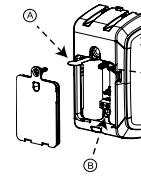

Figure 1: Options d'enregistrement
- Retirez la languette pour démarrer la procédure d'enregistrement automatique. Voir A sur la Figure 1.
**Remarque :** si l'appareil ne s'enregistre pas automatiquement, vous avez le choix entre appuyer sur le bouton d'enregistrement, rétablir l'auto-protection, et saisir le numéro d'identification de l'appareil dans la centrale. Voir B sur la Figure 1 pour connaître l'emplacement du bouton d'enregistrement, et C sur la Figure 1 pour connaître l'emplacement du système de rétablissement de l'auto-protection.